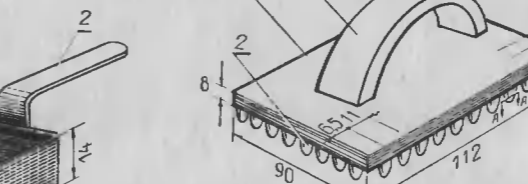

Рис. 20
**Шпатель (рис. 20).** Изготовьте его из листового алюминия или латуни по размерам, указанным на рисунке.